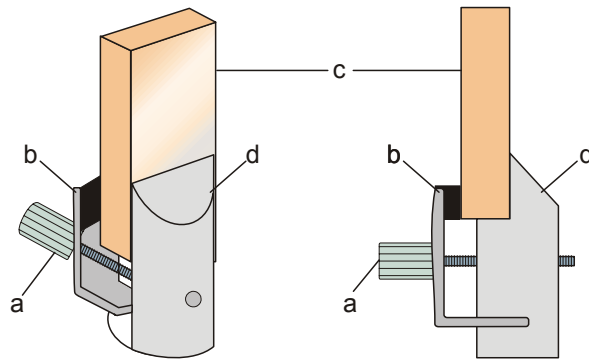

Fig. 5 Montaje del cristal en el soporte de muestras (a Tornillo, b Mordaza, c Cristal, d Parte fija del soporte de muestras)
- Se desmonta la mordaza del soporte de muestras y por medio pinza de montaje se coloca una varilla de vidrio en el soporte de muestras (de 1000665). (ver Fig. 5)
- Se ajusta el brazo de medida en el ángulo $2\theta = 45^\circ$. Se elige el lado del goniómetro de tal forma que los rayos incidente y reflejado queden en lado oblicuo del soporte de muestras (ver también Fig. 5).